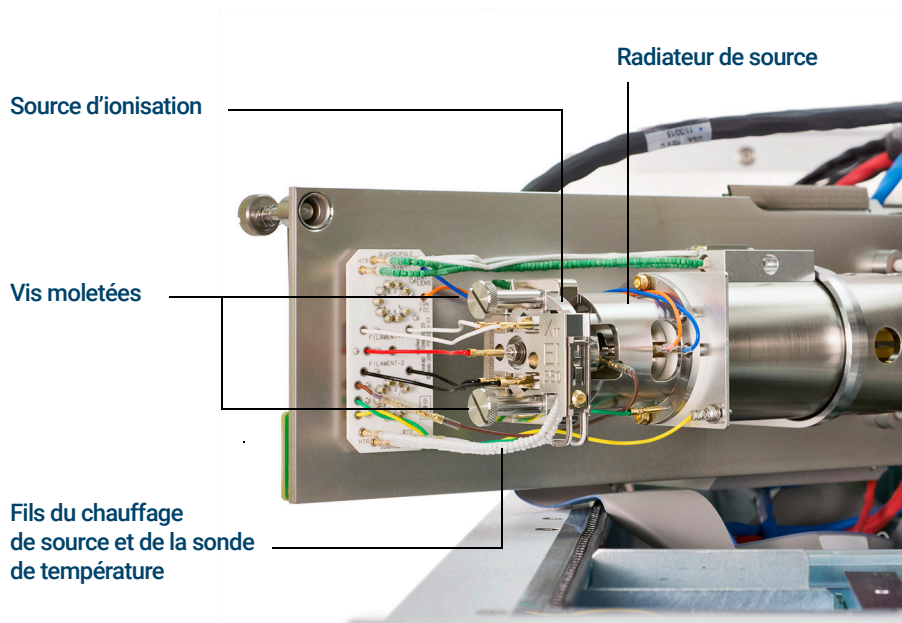

Figure 68. Installation de la source EI XTR ou HydroInert sur un MS série 7000
- 3 Glisser la source dans le radiateur. (Voir **Figure 68** page 231.)
- 4 Installer les vis moletées et les serrer à la main. Ne pas serrer les vis moletées trop fort. (Voir **Figure 68** page 231.)